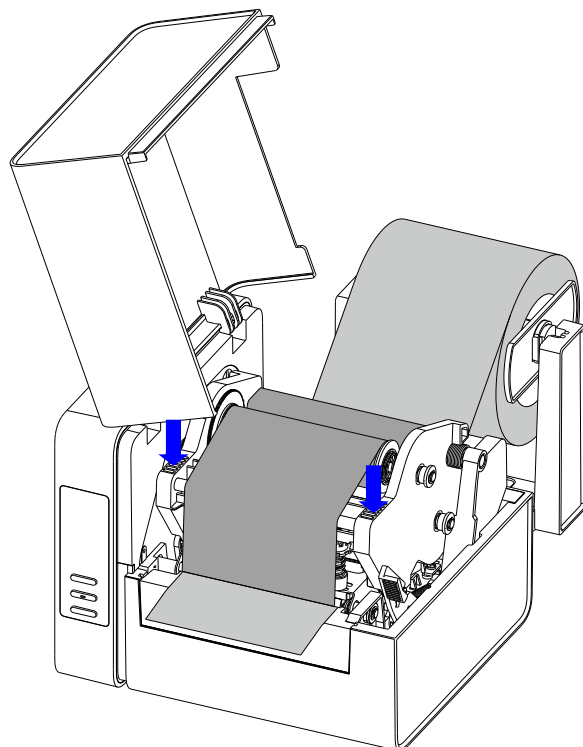

图 2-21 锁紧打印模组
7. 双手同时按下打印模组，使锁紧杆锁住打印模组，此时可以听到“咔”的响声。如图 2-21 所示。